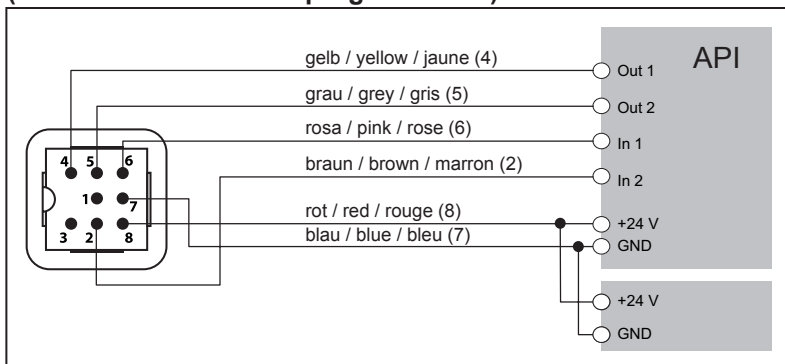

Fig. 10-4 : schéma électrique pour le raccordement direct à une commande SPS
- La connexion à la borne „GND“ (terre) doit impérativement être établie pour le raccordement direct à un API (fig. 10-4)!